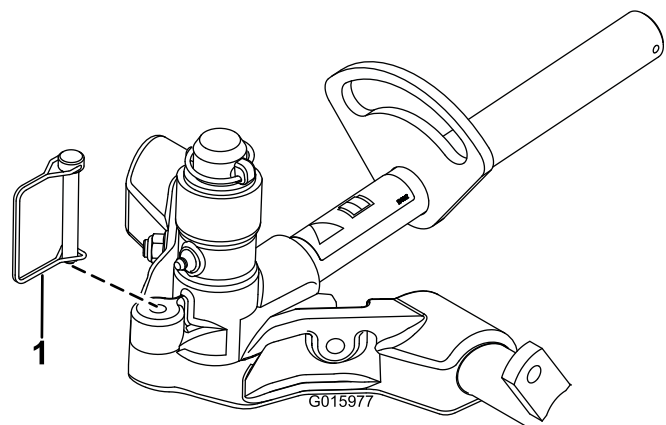

Bild 17
11. Befestigen Sie das Gelenkjoche mit dem Einraststift am Trägers Rahmen, um die Lenkung an den Schneideinheiten zu arretieren (Bild 17).